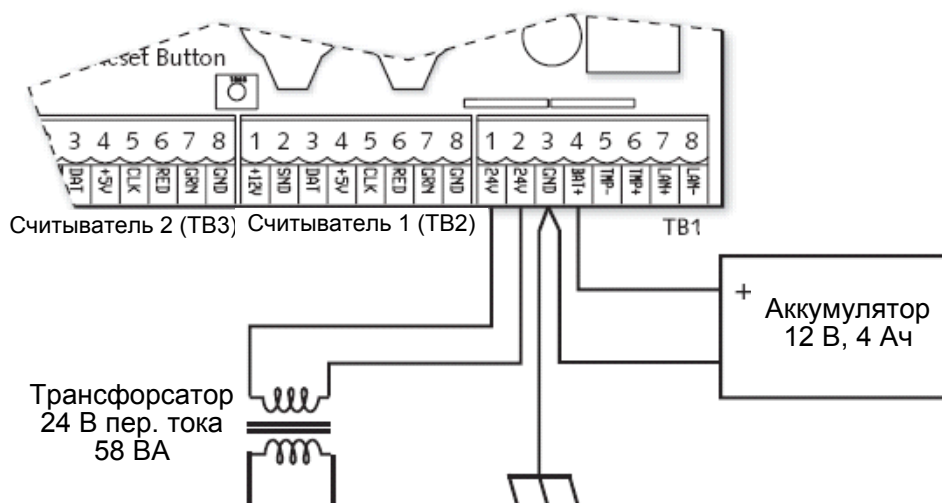

Рис. 13 Подключение питания и батареи
2. Подключите ~24 В тока от трансформатора SCU к контактам 1 и 2 TB1 на плате SCU (см. рис. 13).
3. Подключите контакт 3 разъема TB1 к шине заземления (см. рис. 13). Корпус, в котором установлен модуль SCU, также должен быть заземлен. См. «Требования к заземлению» на странице 8.